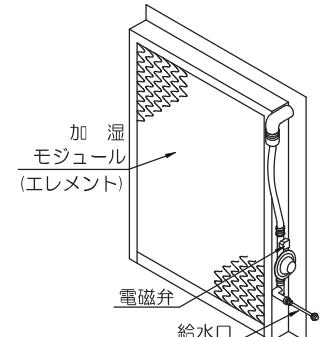

図3-17 水気化式加湿器
- ・ステンレス製の枠に加湿モジュール（エレメント）と散水パイプを組込み、給水用の電磁弁を設置しています。（図3-17 参照）